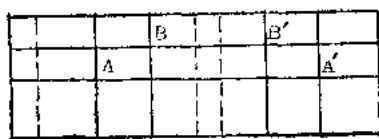
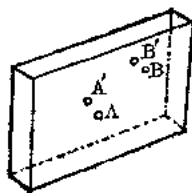

图 27
图 28
a. 先在铁皮上根据两个齿轮的大小, 如图 27 划线, 定出两个齿轮轴穿在上面的 AA' 与 BB' 四点位置, 然后按图 28 折起来, 在 AA' 和 BB' 处钻小孔, 把齿轮轴穿在孔中。在划线钻孔时要注意, 小齿轮是蜗轮跟大齿轮之间的过桥齿轮, 所